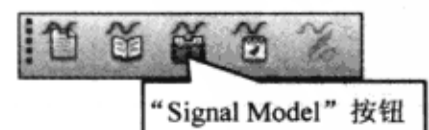

图 10-7-47 信号模型图标
(1) 单击 Allegro PCB PI option XL 窗口中的“Signal Model”按钮，弹出“Signal Model Assignment”对话框，如图 10-7-47 和图 10-7-48 所示。